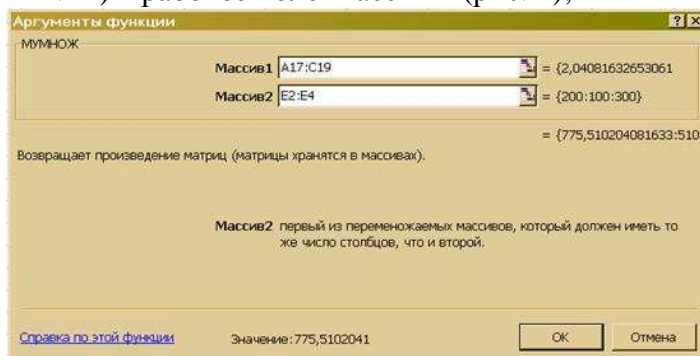

Рис. 2. Диалоговое окно умножения матриц МУМНОЖ
- - появившееся диалоговое окно МУМНОЖ мышью отодвиньте в сторону от исходных матриц B и Y и введите диапазон матрицы B (диапазон ячеек A17:C19) в рабочее поле Массив 1 (протаскив указатель мыши при нажатой левой кнопке от ячейки A17 до ячейки C19), а диапазон вектора Y (ячейки E2:E4) в рабочее поле Массив 2 (рис. 2);